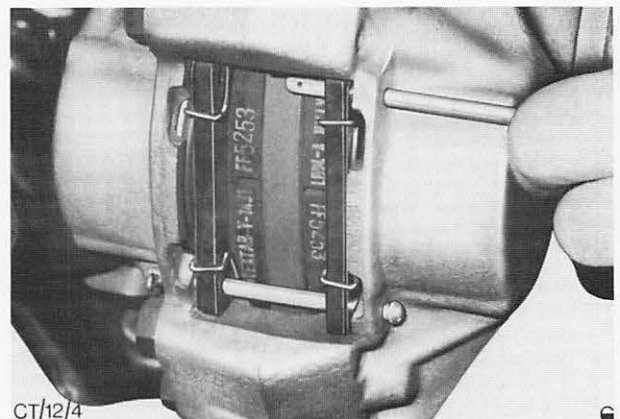
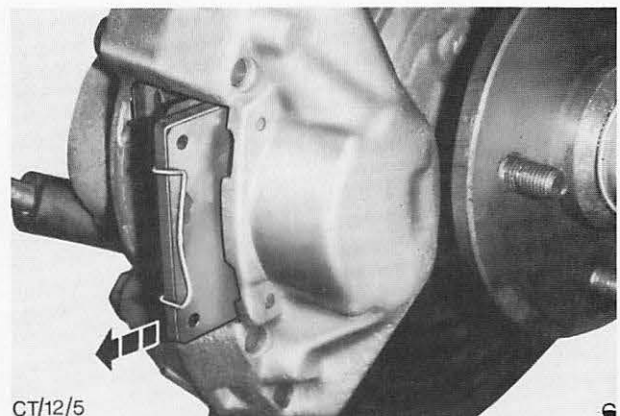

Abb. 24 Haltestifte herausziehen
Abb. 25 Bremsklötze und Zwischenbleche ausbauen
2. Federsplinte aus den Bremsklotz-Haltestiften ziehen, Haltestifte Abb. 24, und Antirasselbügel herausziehen. Bremsklötze und Zwischenbleche, falls erforderlich, mit Spezialwerkzeug GE-2034 oder einer Spitzzange, ausbauen, Abb. 25.